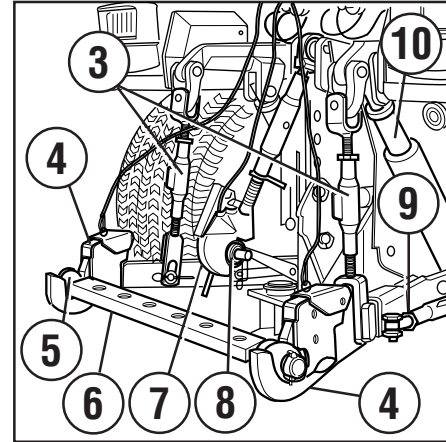

Fig. 31
31). Armene er forsynede med kugleender (5 Fig. 31) med en stang med huller (ved forespørgsel, 6 Fig. 31) samt en øverste trækstang (7 Fig. 31), og som er forsynet med kugleender (8 Fig. 31) med justeringshåndtag til tilkobling af det øverste tredje punkt. På denne måde er det muligt at opnå en hurtig tilkobling af redskabet.
Hævning sker ved hjælp af to sidecylindre, der fungerer ved enten enkel eller (på forespørgsel) dobbelt effekt (10 Fig. 31). Med henblik på hævnings med dobbelt effekt er maskinen udstyret med en flydende position. Redskaberne, som skal hæves med dobbelt effekt, skal blot hvile på jorden,
Den bageste trepunktskobling justeres ved hjælp af de to trækstænger til tilkobling (3 Fig. 31), der justeres af drejhåndtagene. Herved gøres tilkoblingen af udstyr og anvendelse af forskelligt udstyr lettere.
! **FORSIGTIG.** Inden påbegyndelse af arbejde, er det hensigtsmæssigt at blokere vibrationerne fra de sidegående arme ved at aktivere trækstængernes støtteben (9 Fig. 31).
Stangen med huller kan anvendes til trækning af landbrugsudstyr under bestemte arbejdsbetingelser (6 Fig. 31). Stangen anbringes på løftecylinderens nederste arme.